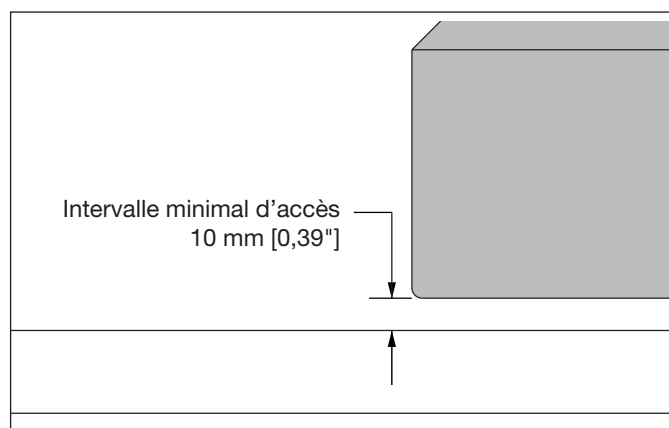

Figure 2 – Intervalle minimal d'accès
2. S'assurer que l'intervalle minimal d'accès sous l'objet à soulever est de 10 mm [0,39"] ou plus. Voir la Figure 2.
3. S'assurer que l'intervalle minimal d'accès sous l'objet à soulever est de 10 mm [0.39"] ou plus. Voir la Figure 2.